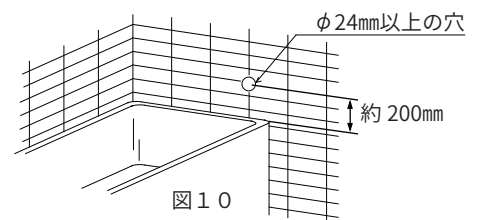

図10
1. 壁にφ24mm以上の穴をあけてください。標準タイプの取り付け壁厚は130～205mmです。（図10）